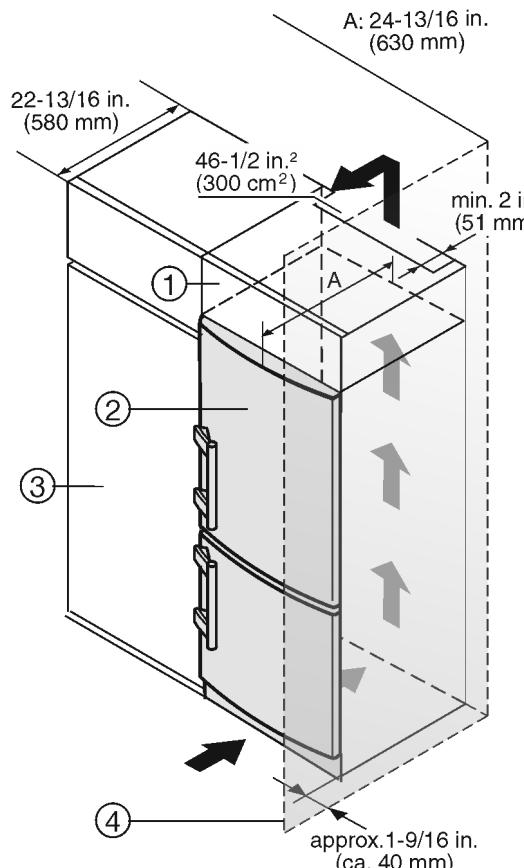

Fig. 11
- (1) Elément haut
(2) Appareil
- (3) Placard de cuisine
(4) Mur
L'appareil peut être entouré de meubles de cuisine. Pour adapter l'appareil Fig. 11 (2) à la hauteur des placards de la cuisine intégrée, on peut placer un élément haut Fig. 11 (1) au-dessus de l'appareil.
En cas de réaménagement avec des buffets de cuisine (profondeur max. 22-13/16 " (580 mm)), l'appareil peut être installé directement à côté d'un buffet Fig. 11 (3). La porte de l'appareil se trouve latéralement à (34 mm) et au milieu de l'appareil à (50 mm) par rapport à la façade du buffet. Elle s'ouvre et se ferme ainsi facilement.
Si l'appareil est installé avec les charnières à côté d'un mur Fig. 11 (4), la distance entre l'appareil et le mur doit être de 1-9/16 " (40 mm) min. Ceci correspond à la saillie de la poignée lorsque la porte est ouverte.